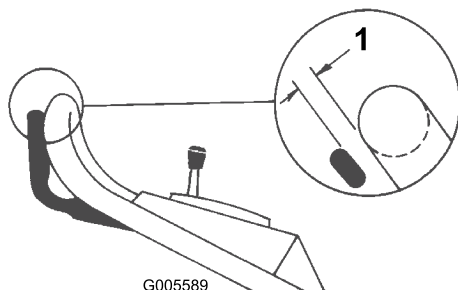

Figura 23
5. Levante la barra de control hasta que note resistencia. La barra de control debe estar a 4 cm (1-1/2 pulgadas) del manillar si está correctamente ajustada (Figura 23).
7. Apriete la contratuerca inferior para bloquear la contratuerca superior contra el bloque de soporte (Figura 23).